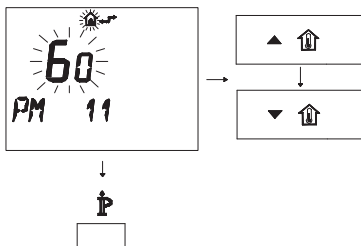

Figura 5.60
- Per modificare il SET programmato agire sui pulsanti o e aspettare che il numero programmato cominci a lampeggiare (Figura 5.60). Ogni passo incrementato o decrementato corrisponde a 1 secondi.